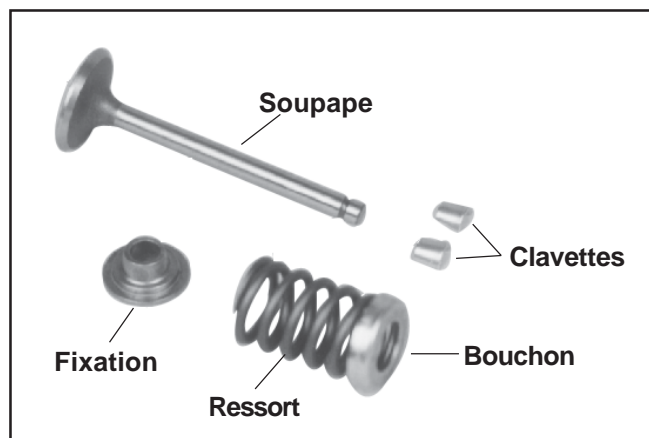

Figure 9-41. Composants des soupapes.
- Une fois le ressort de soupape comprimé, retirer les composants suivants : Voir les Figures 9-41 et 9-42.